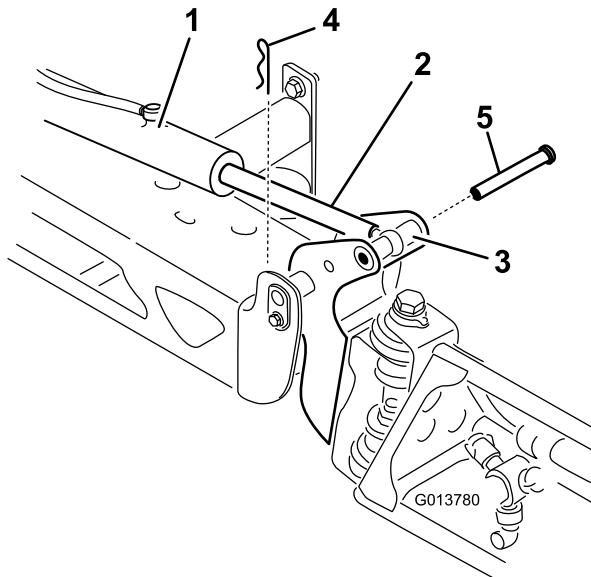

Figure 109
2. Retirez la goupille fendue de l'axe de pivot (Figure 109).
3. Élevez la rampe et retirez l'axe (Figure 109), puis abaissez lentement la rampe au sol.
9. Tout en maintenant la rampe, insérez l'axe dans le pivot de rampe et la tige de vérin (Figure 109).